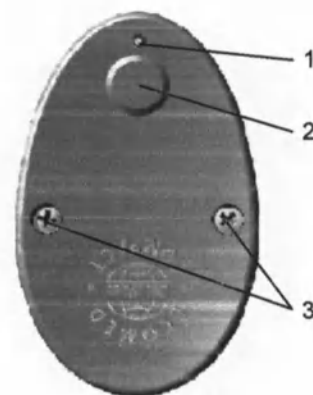

Рис. 2 Основание
- 1.3.4. На «основании» корпуса аппарата (рис. 2) размещается ИК излучатель (ИК-диод) и два винта. Под «основанием» располагаются генератор/генераторы ЭМИ КВЧ.